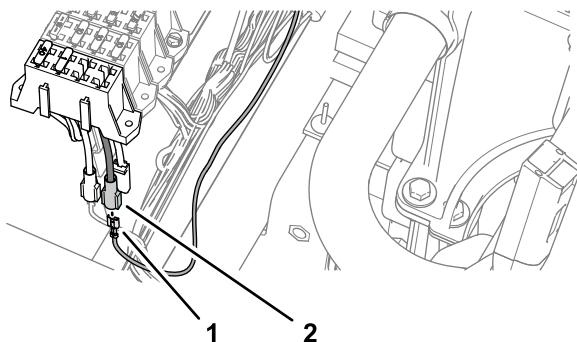

Figura 99
4. Ligue o terminal da cablagem do kit identificado com SWITCHED PWR no conector da lâmina para alimentação opcional do bloco de fusíveis (Figura 99).